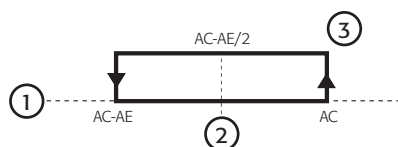

Fig. 4.I
- indique le dépassement de la limite entre Ac et AE (dérivée du calcul:  $Ac-AE/2$ , voir Fig. 4.I);
- indique le dépassement du point de consigne de température Ac (voir Fig. 4.I);